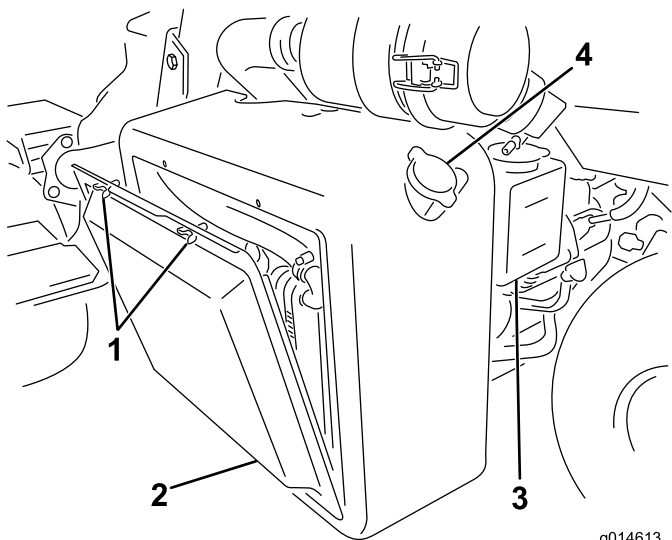
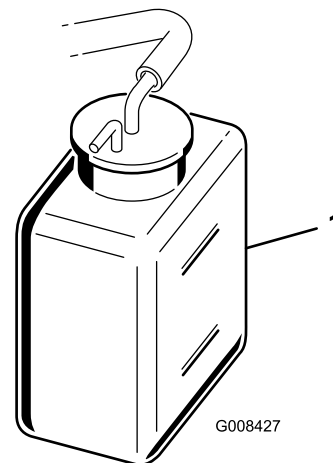

Figura 43
Figura 44
1. Retire la rejilla del radiador (Figura 43).
2. Compruebe el nivel de refrigerante (Figura 43 y Figura 44).